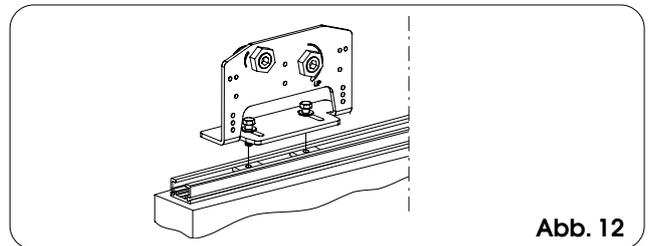
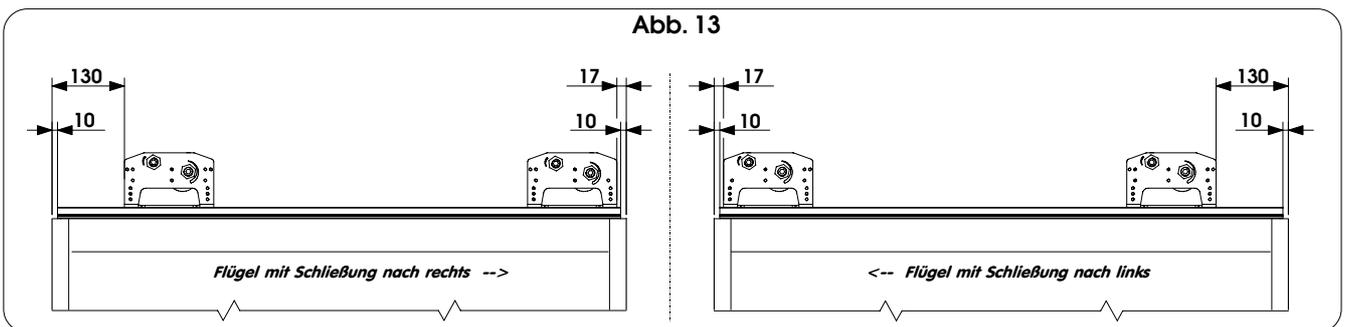
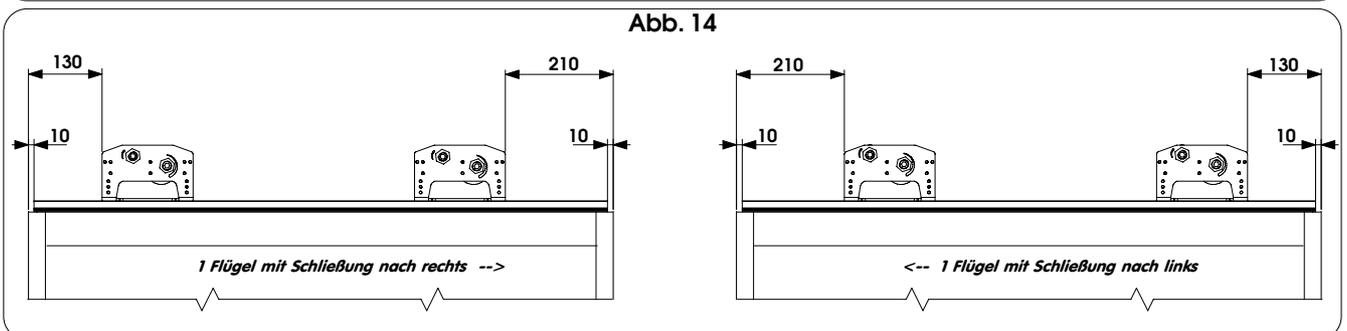

Abb. 12
Abb. 13
Abb. 14
- Zwei Schlitten auf jedem Flügel befestigen. Dabei sind die mitgelieferten Befestigungswinkel und Schrauben, wie in Abb. 12 gezeigt, zu verwenden. Hinsichtlich der Positionierung ist auf die Abb. 13 (Doppelflügel) und auf die Abb. 14 (einfacher Flügel) Bezug zu nehmen.